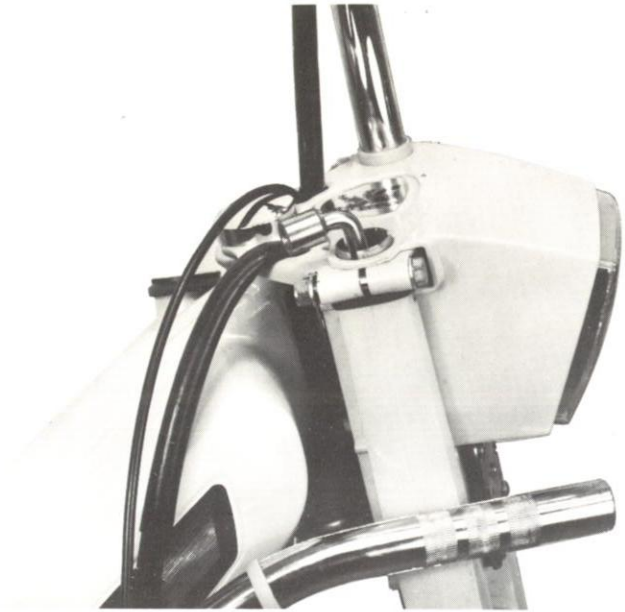

Figure 39
- Dévisser les écrous situés à l'intérieur des tubes (clé à tube de 10) Figure 39.